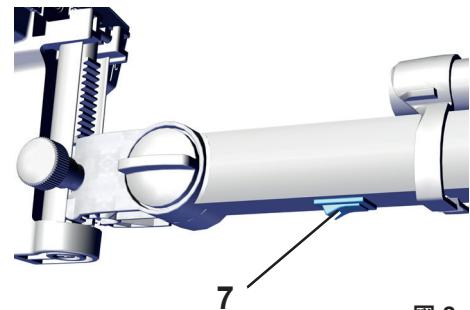

図 3
- ⇒ ヘッドのスイッチを切り、その後、スイッチを入れ直してください (7, Fig. 3) 。